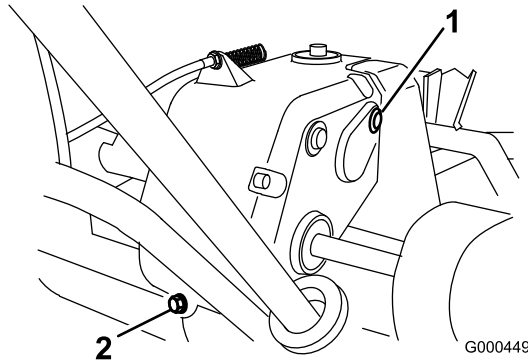

Figura 31
2. Togliete il tappo di spurgo dal retro della trasmissione (Figura 31).
3. Premete la stegola e inclinate indietro la macchina. Togliete il tappo di controllo e riempimento dal lato destro della trasmissione (Figura 31).